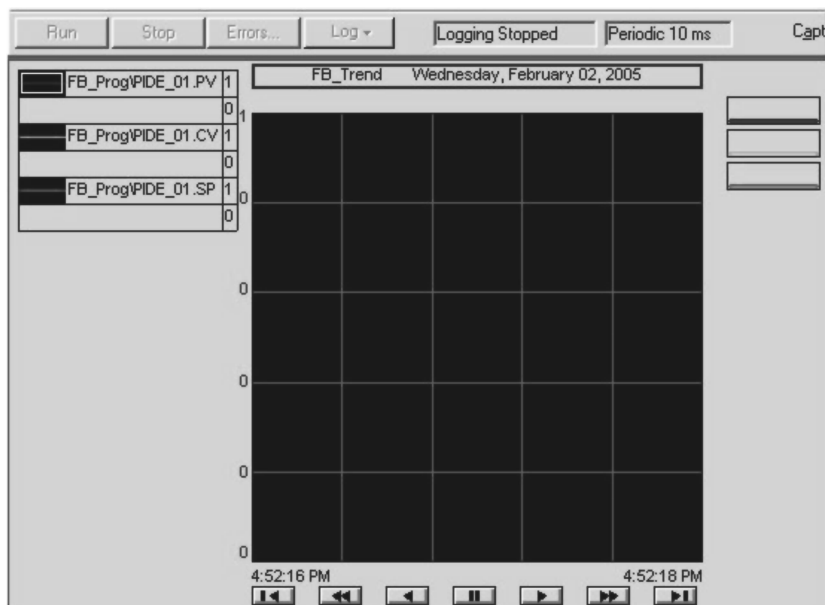

图 16-36 配置后趋势图
6. 单击“完成”（Finish）接受这些更改，出现的趋势如图 16-36 所示。